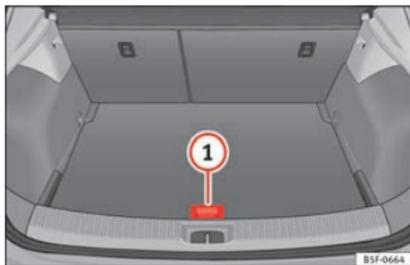

Fig. 180 Maletero: piso variable
- Levante el piso variable por el asidero »» fig. 180 ①, tire de él y empuje hacia el respaldo de los asientos posteriores hasta que la parte móvil del piso repose sobre el mismo.